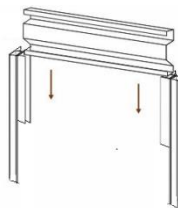

Рис.3
- Угловую ножку (6.) рис1. установить в землю, где планируете размещение парника. Внимание!!! Вторую ножку разместить по ширине парника на расстояние длины оцинкованного борта (4.) размером 1,07\*0,15м (смотреть рис.3.).
- Борт (4.) вертикально опустить между ножками рис.3